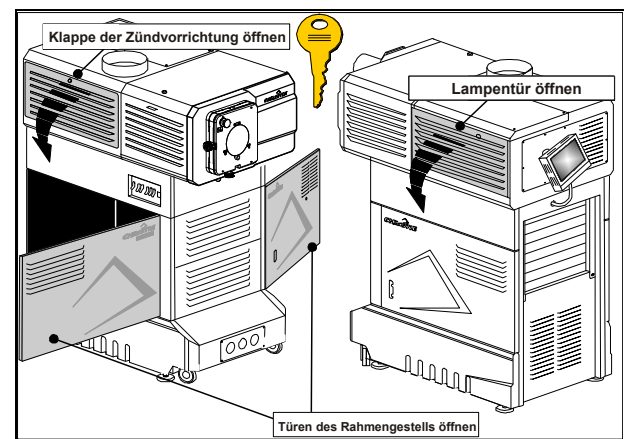
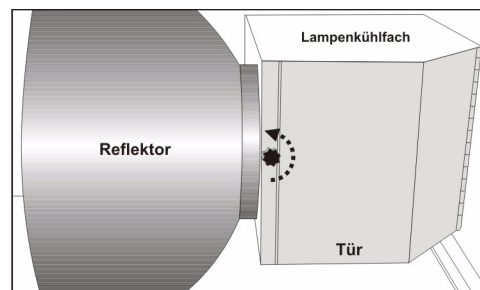

Abbildung 3-5 Öffnen des Projektors für den Zugriff
Abbildung 3-10 Zugriff auf das Kathodenende
- Öffnen Sie beide Türen des Rahmengestells (**Abbildung 3-5**).
5. Drehen Sie bei abgenommener Lampentür (siehe **Abbildung 3-5** oben) an dem kleinen Knopf und öffnen Sie dadurch die Tür zum Lampenkühlungsfach (**Abbildung 3-10**).